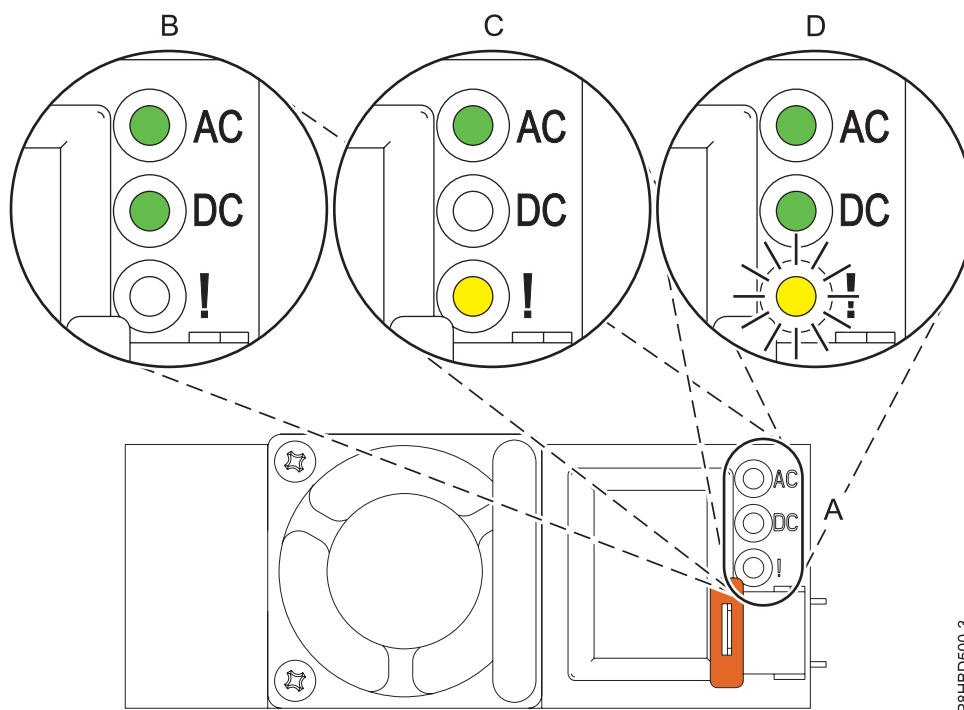

図 9. 正常に作動している電源装置および障害のある電源装置の LED
2. 他の保守手順の一部として電源装置を取り外している場合は、次の手順を引き続き実行します。障害のある電源装置を保守する場合は、障害を起こした部品を識別する手順で明滅するように設定した、障害のある電源装置上の明滅するオレンジ色の LED を見つけます。正常に作動している電源装置および障害のある電源装置の LED の状態については、図 9 を参照してください。図 9 の (C) に示すように、障害のある AC 電源オン LED がオン (点灯)、DC 電源オン LED がオフ、オレンジ色のエラー LED が明滅になっていることに注意してください。
重要: 電源装置が正常に作動している場合は、図 9 の (B) に示すように、AC 電源オン LED および DC 電源オン LED がオン (点灯) で、オレンジ色のエラー LED がオフです。正常に作動している電源装置を取り外そうとしないでください。